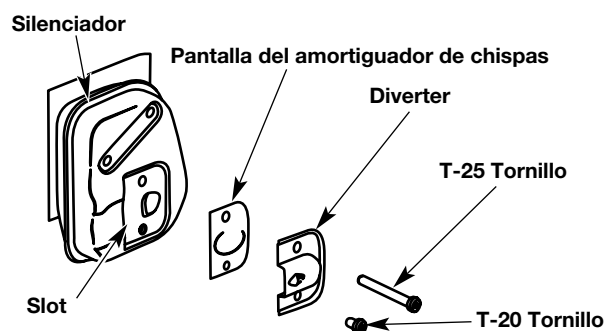

Fig. 56
2. Con un destornillador de vástago plano o broca Torx T20, saque el tornillo que conecta la cubierta del amortiguador de chispas al silenciador (Fig. 56).